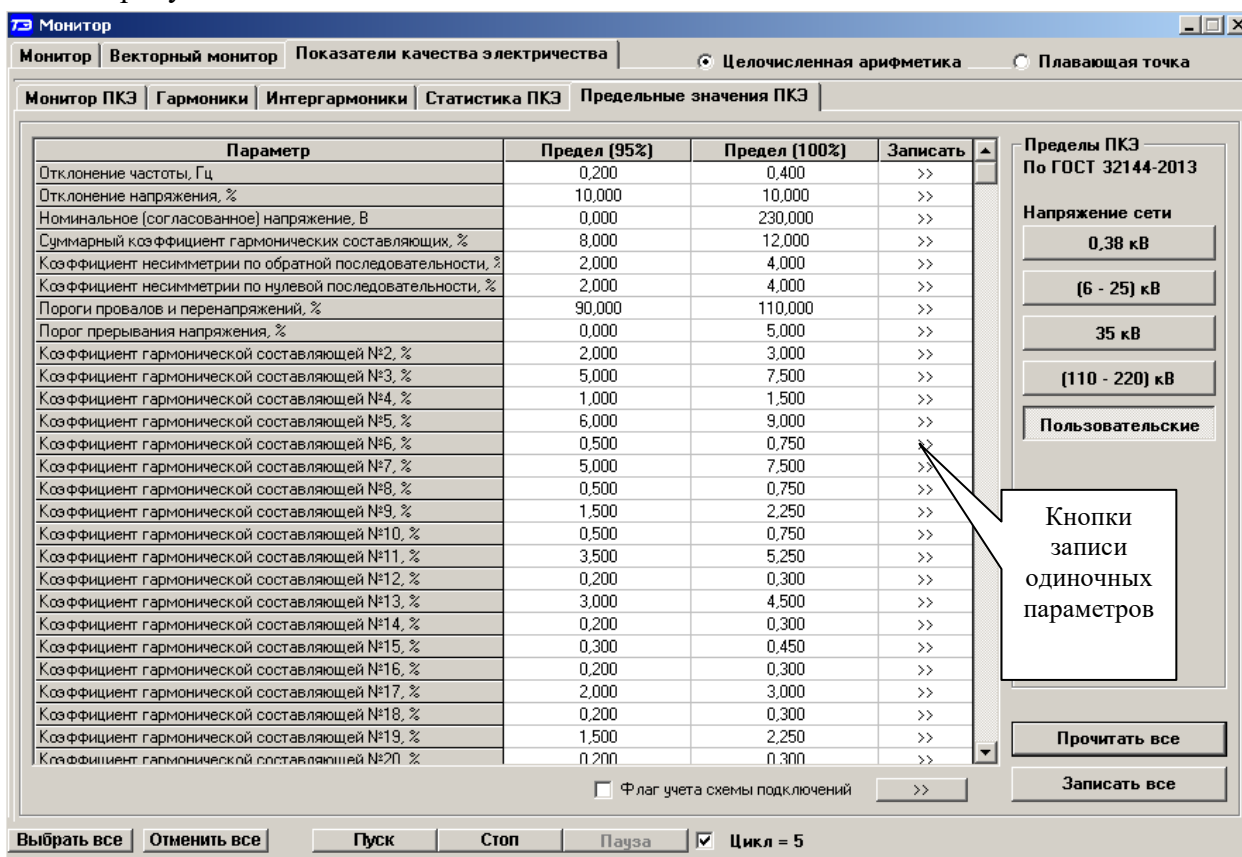

Рисунок 35 – «Предельные значения ПКЭ» (по ГОСТ 32144-2013)
19.1.3 Для чтения установленных в счетчике предельных значений ПКЭ нажать кнопку «Прочитать все» на поле формы (рисунок 35). Прочитанные параметры отображаются в столбцах «Предел (95 %» и «Предел (100 %»», а в левом столбце перечислены названия параметров.
19.1.6 Для подключения к сетям 0,38 кВ, (6 - 25) кВ, 35 кВ, (110 - 220) кВ, нажать соответствующую кнопку на поле вкладки (рисунок 35). При этом конфигуратор загрузит в окна вкладки массив предельных значений ПКЭ по ГОСТ 32144-2013 для сети выбранного уровня напряжения. Для записи всего массива предельных значений нажать кнопку «Записать все», расположенную на поле вкладки.
19.1.8 Для создания массива пользовательских параметров нажать кнопку «Пользовательские» на поле вкладки (рисунок 35) и в каждое окно вписать требуемое предельное значение параметра. Введенные пользовательские значения параметров могут сохраняться в файле на диске и загружаться в окна вкладки с сохраненного файла.